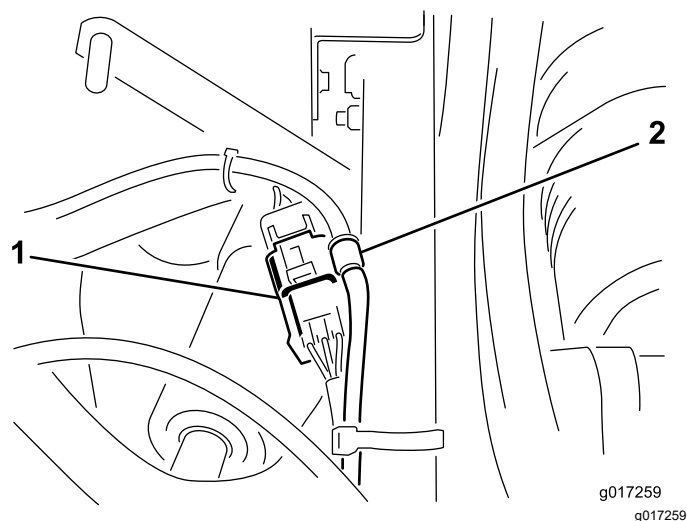

図 19
4. エンクロージャからきているプラグに、図 19 のように3端子ソケットを接続する。